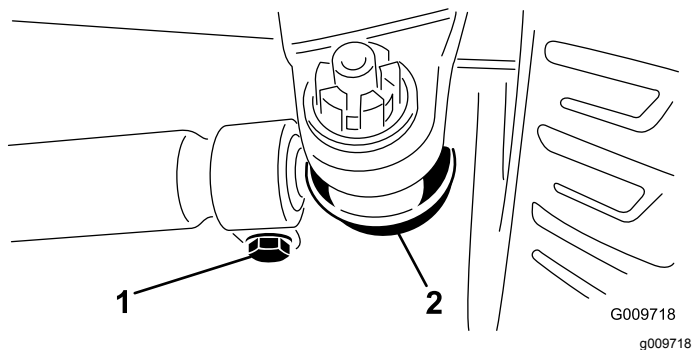

**Figure 48**
2. Pour le régler, retirez la goupille fendue et l'écrou de l'une des rotules de biellette (Figure 48). Déposez la rotule de biellette du support du corps d'essieu.
3. Desserrez les fixations aux deux extrémités des biellettes (Figure 48).